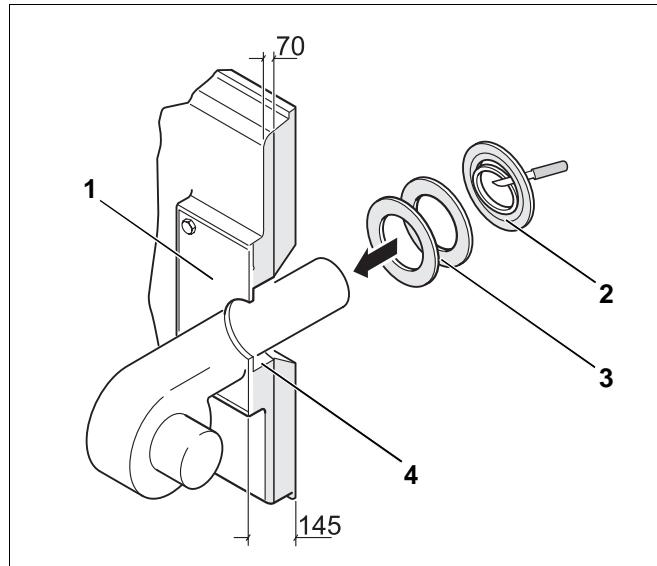

Рис. 32
- В пластине под горелку (рис. 32, поз. 1) на месте монтажа просверлить или прорезать автогеном отверстие в соответствии с требуемым диаметром трубы горелки. Просверлить отверстия для крепления горелки в соответствии с расположением отверстий на присоединительном фланце горелки.
- Вырезать изолирующие кольца в соответствии с диаметром трубы горелки (рис. 32, поз. 2).
- Щель между теплоизоляцией дверцы горелки и трубой горелки (рис. 32, поз. 4) заполнить соответствующими изолирующими кольцами (рис. 32, поз. 3).